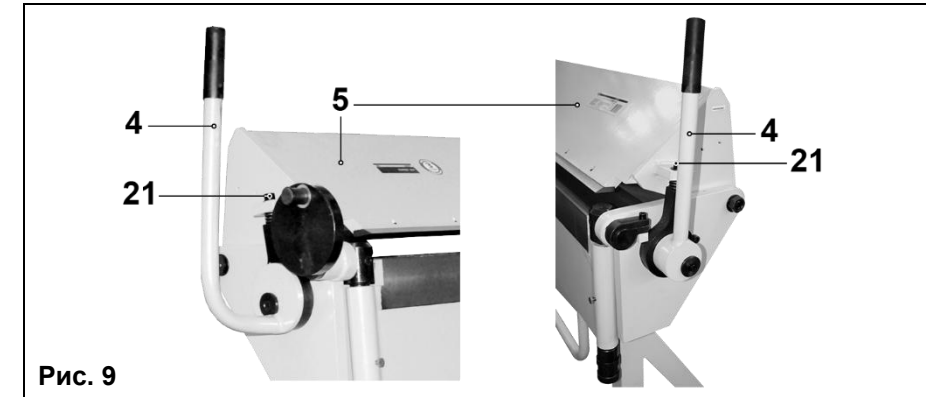

Рис. 9
8.1. Регулировка высоты подъема верхней плиты и усилия прижима заготовки (Рис. 9)